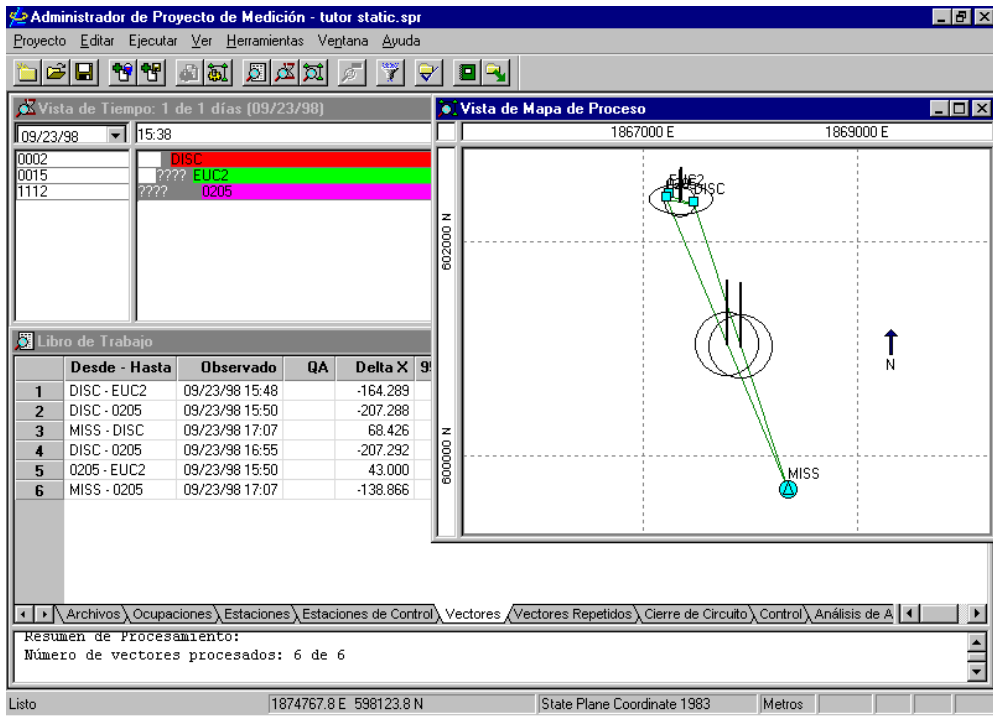

Figura 12.8. Datos Procesados
5. Después de procesar, examine la etiqueta de vectores y **Vista de Mapa** (Figura 12.8).